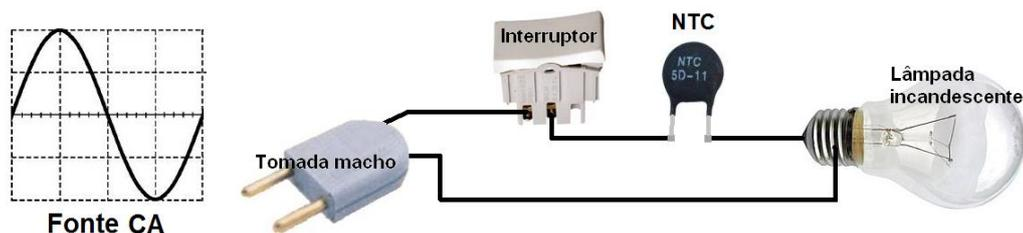

Figura 1.96 – Fonte: <http://img841.imageshack.us/img841/6644/circuitocomlampadaincan.png>.
►► **Exemplo 14** – O NTC, conectado em série com uma lâmpada incandescente, pode prolongar a sua vida útil (Figura 1.96). Lâmpadas incandescentes podem ser queimadas no instante em que são ligadas, visto que, nesta condição, a temperatura de seu filamento é baixa, bem como a resistência. Além disso, a lâmpada pode ser ligada no instante de pico da senóide da rede CA, o que pode agravar a situação.